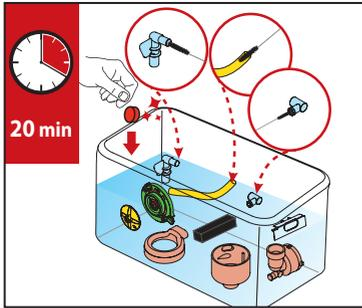

Abb. 1
1. Alle Teile des Mischsystems in einen Behälter mit einem gemäß den örtlich geltenden Vorschriften zugelassenen, lebensmittelunbedenklichen Reinigungsmittel und heißem Wasser etwa 20 Minuten lang einweichen (siehe Abbildung 1).